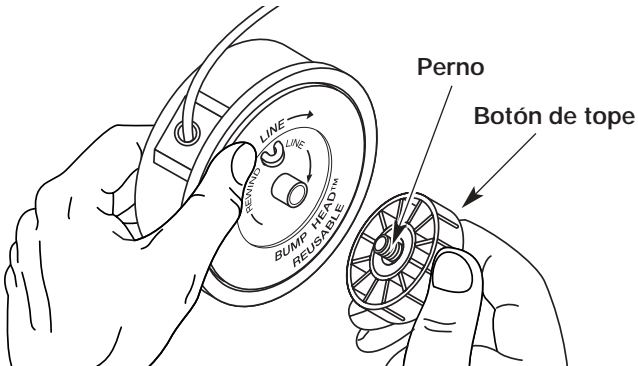

Figure 12
1. Sostenga la bobina exterior con una mano y desenrosque el botón de tope en sentido antihorario (Fig. 12). Inspeccione el perno de adentro de el botón de tope para verificar que se mueva con libertad. Cambie el botón de tope si está dañado.